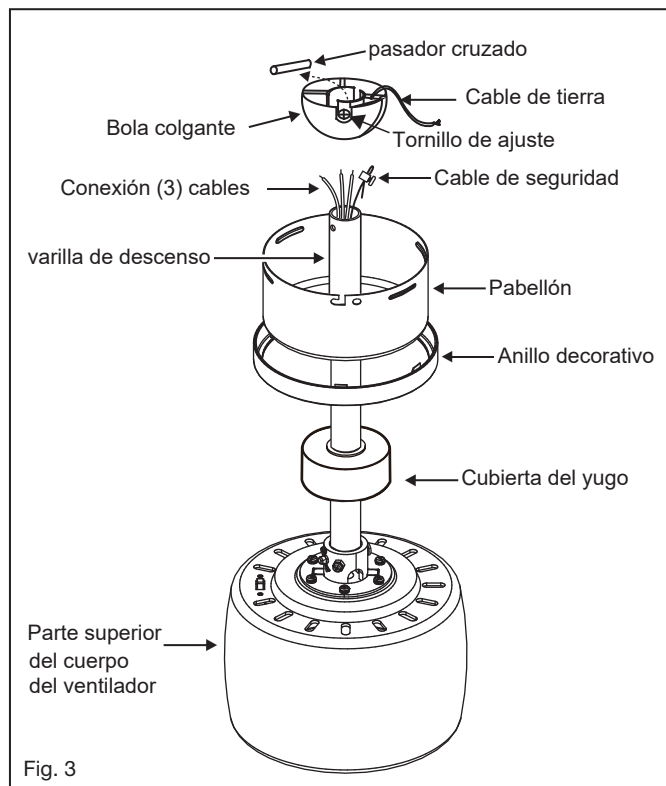

Fig. 3
5 Coloque el gancho en forma de S en el soporte para colgar. Cuelgue la cubierta (con la carcasa del motor del ventilador adjunta) del gancho en forma de S en el soporte colgante usando uno de los orificios en el borde de la cubierta (Fig. 3). Esto le permitirá realizar las conexiones eléctricas sin tener que sostener también el ventilador en alto.
- 6 Deslice la cubierta del yugo, el anillo decorativo y el dosel sobre la varilla. (Fig. 3)
- 1 Retire la placa de pared existente y el interruptor antiguo de la caja de salida de pared. (Fig. 3)